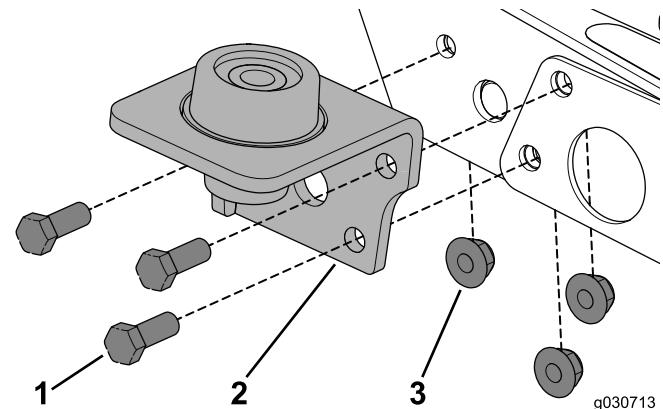

Figura 17
1. Retire os dispositivos existentes e utilize os três parafusos (3/8 x 1 pol.) e porcas flangeadas para prender a montagem na máquina (Figura 17).